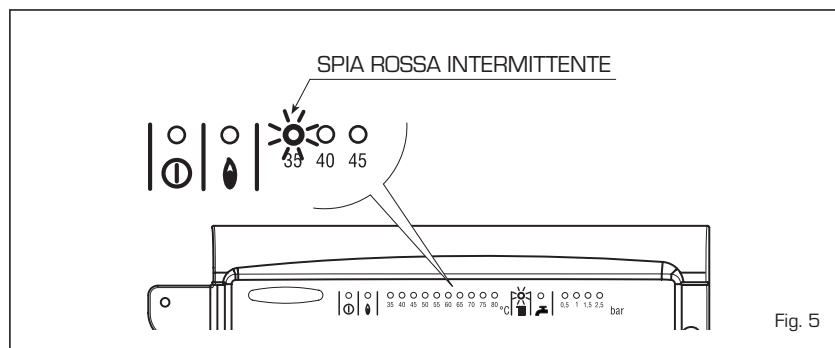

Fig. 5
- Intervento termostato sicurezza/fumi (fig. 5)